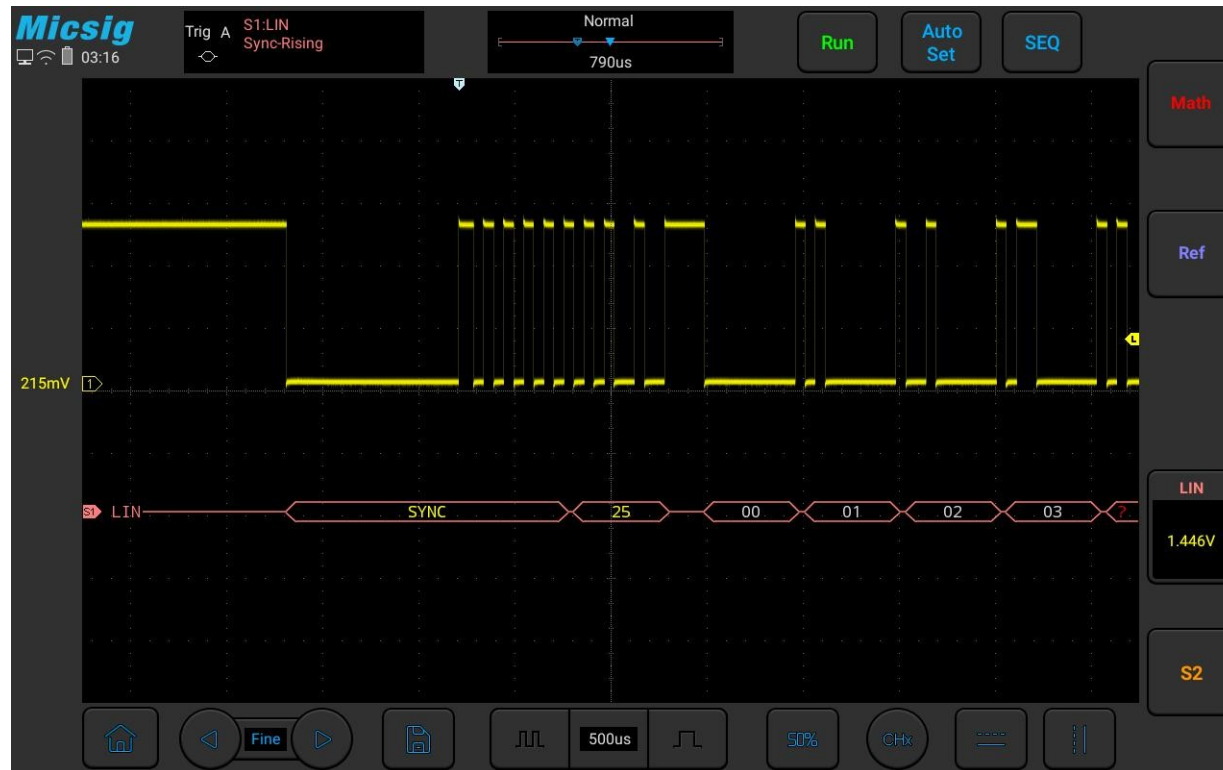

Abbildung 11-12 Grafische LIN-Benutzeroberfläche
- (1) Tippen Sie auf S1, um den Dekodierkanal zu öffnen, und klicken Sie erneut, um das Buskonfigurationsmenü zu öffnen;
- (2) Wählen Sie als Bustyp „LIN“ aus, klicken Sie auf „Ch1“, „Idle High“, „19,20 kb/s“ und schließen Sie anschließend das Menü;
- (3) Öffnen Sie das Konfigurationsmenü für den Triggermodus und klicken Sie auf „Synchronous Rising Edge“;
- (4) Klicken Sie auf die Konfigurationsinformationen „“, um das Einstellungsfeld für den Schwellenwert des Dekodierkanals zu öffnen, und ziehen Sie das Einstellungsfeld nach oben und unten, um den Schwellenwert anzupassen; passen Sie den Schwellenwert entsprechend der Signalamplitude an, damit das Signal stabil ausgelöst wird. Die grafische Benutzeroberfläche für den LIN-Trigger ist in Abbildung 11-12 dargestellt: